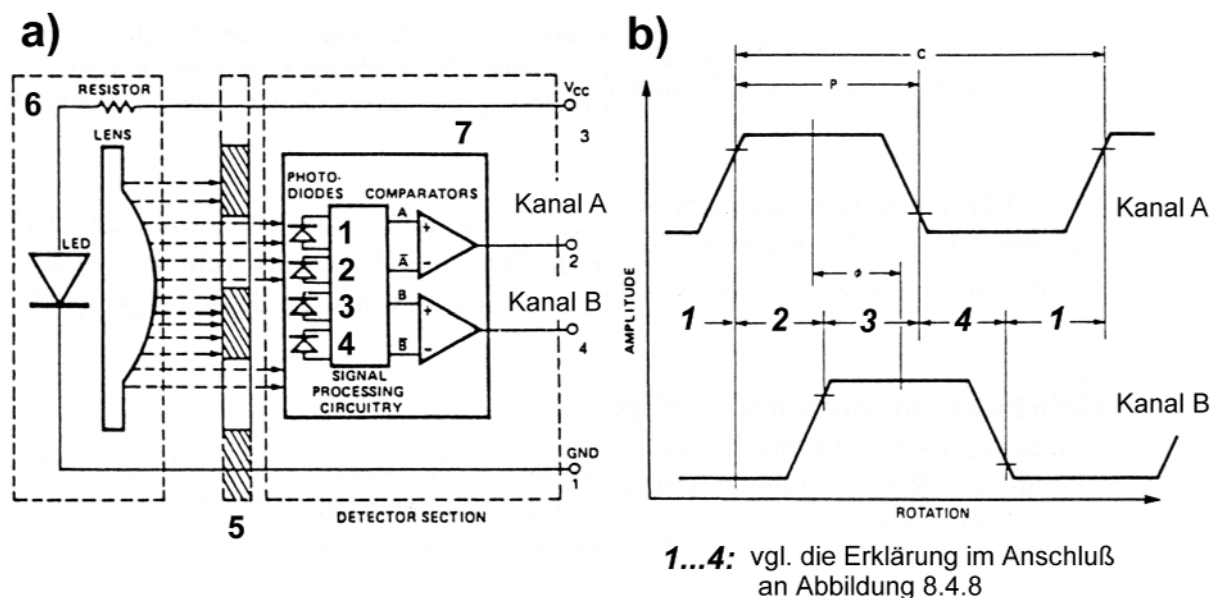
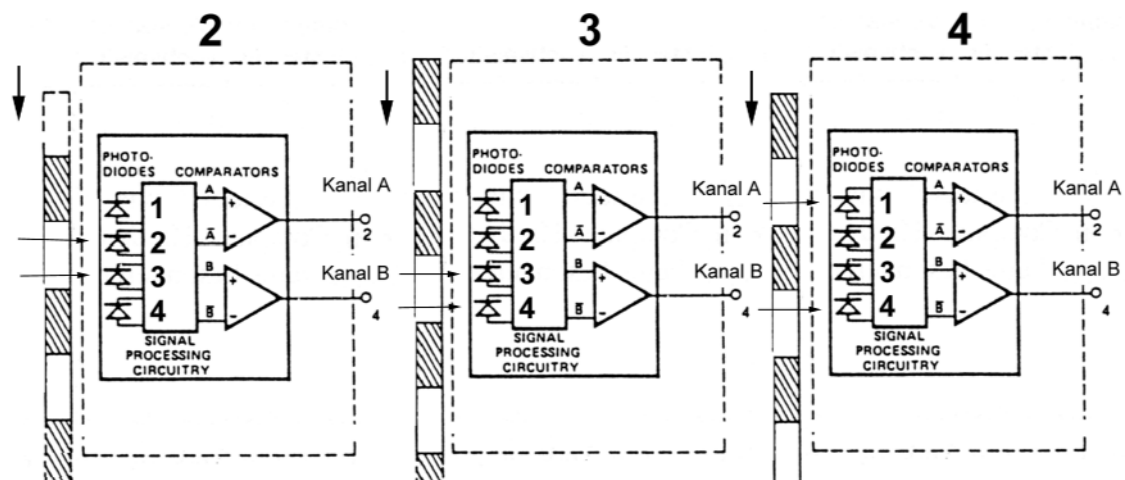

Abbildung 8.4.7 Bewegungs- und Drehrichtungsgeber. Ein Praxisbeispiel (Hewlett-Packard)
Abbildung 8.4.8 Ablaufbeispiel zur Erklärung der Wirkungsweise
Die Signalfolge soll anhand eines Beispiels erklärt werden. Abbildung 8.4.8 ergänzt Abbildung 8.4.7 um die weiteren Bewegungsabschnitte. Wir nehmen folgende Signalbelegungen an:
- 1) Grundzustand gemäß Abbildung 8.4.7: $A = 0, B = 0$.
- 4) nachfolgend erhält Photodiode 1 Licht. Die Photodioden 2 und 3 bleiben verdeckt, und Photodiode 4 erhält Licht. $A = 0, B = 1$. Bewegt sich die Codescheibe weiter, ergibt sich wieder der Grundzustand gemäß Abbildung 8.4.7.